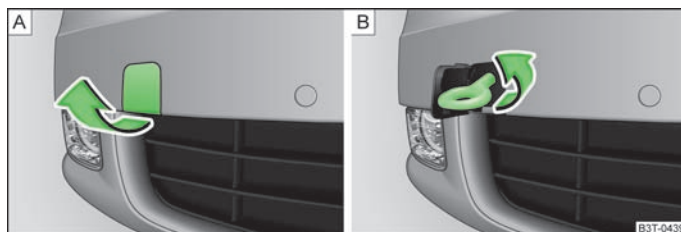

Abb. 184 Vorderer Stoßfänger: Ausbau der Abdeckkappe / Einbau der Abschleppöse
- Die Abdeckkappe aus dem vorderen Stoßfänger herausnehmen » Abb. 184 - .
- Die Abschleppöse nach links bis zum Anschlag einschrauben » Abb. 184 - , und diese so fest wie möglich anziehen. Für das Festziehen empfehlen wir, z. B. den Radschlüssel, die Abschleppöse eines anderen Fahrzeugs oder einen ähnlichen Gegenstand zu verwenden, der durch die Öse gesteckt werden kann.